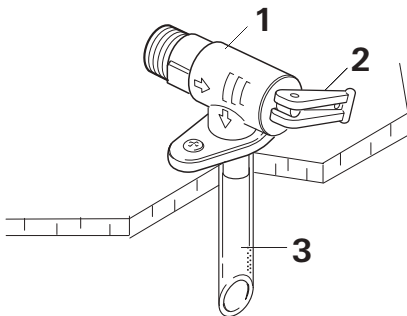
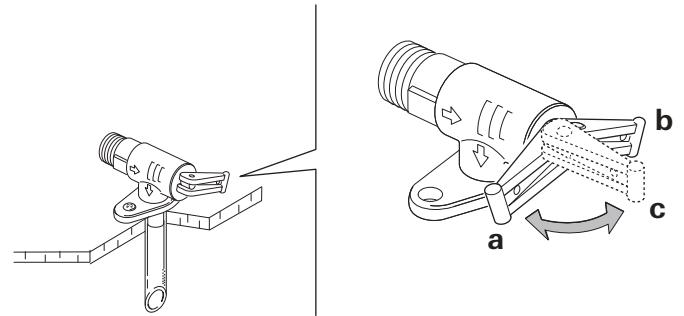

Fig. 5
Fig. 6
Le générateur d'air chaud Combi avec chauffe-eau indirect supplémentaire doit être installé avec un détendeur/soupape de vidange Truma (Fig. 5) conforme à la norme ANSI Z21.22, « Relief Valves for Hot Water Systems ».
AVIS Risque de dommages causés à l'appareil Combi et au VR à cause d'une tubulure de purge obstruée! La tubulure de purge (Fig. 5 – 3) doit être bien dégagée et exempte d'obstructions, p. ex. de la gadoue, de la glace ou des feuilles, afin d'assurer un écoulement approprié de l'eau. Aucune réclamation au titre de la garantie ne sera acceptée pour les dommages attribuables au gel.
- Déplacez le levier afin qu'il soit à la position « vidange » (Fig. 6 – c). Le réservoir d'eau chaude se videra par la tubulure de purge (Fig. 5 – 3).
- Déplacez le levier afin qu'il soit à la position « fermée » (Fig. 6 – a ou 6 – b).